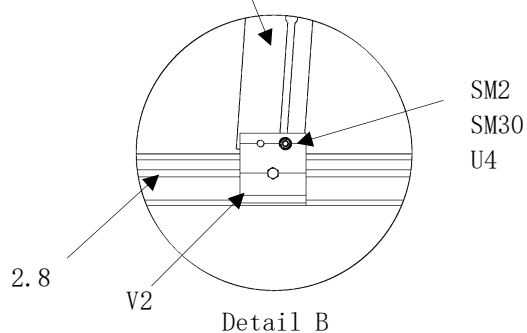

Abb. 18
- **Detail B beachten!** (Abb. 18)